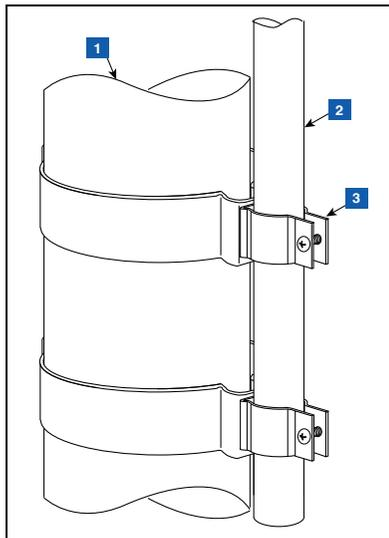

Figure 14. Fixation du conduit de 12,7 mm à la bride de 12,7 mm sur le tuyau ascendant
- Fixez le conduit de 12,7 mm (1/2") aux brides métalliques de 12,7 mm (1/2") comme illustré à la Figure 14, et serrez. Les boulons sont intégrés aux brides, et ne nécessitent pas d'écrou de fixation.
LÉGENDE DE LA Figure 14